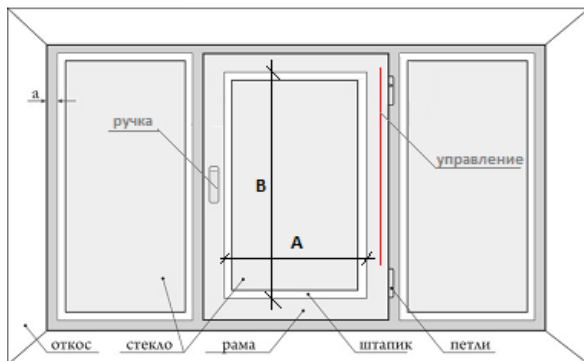

Рис. 2
1. Измерить ширину **A** (Рис.2)-расстояние между пазами вертикальных штапиков (это и будет ширина ткани в готовом изделии).
2. Измерить высоту **B** (Рис.2)-расстояние между пазами горизонтальных штапиков.
На поворотно-откидных створках окна управление размещают со стороны, противоположной от оконной ручки (рис.2)
Расстояние от штапикового паза до откоса или петли (размер «а»-на рис.2) должно быть: